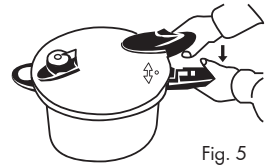

Fig. 5
2. Presione ligeramente la tapa y gírela en el sentido horario hasta que las dos asas queden niveladas entre sí (Fig. 5).